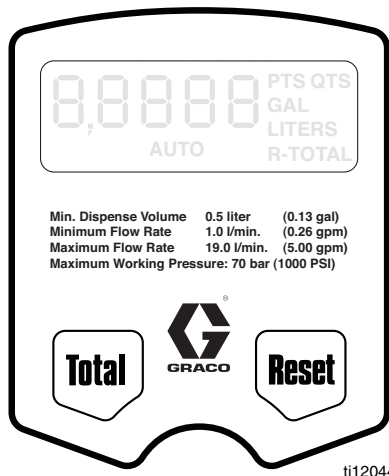

図 10
セットアップメニュー (図 10)
1. ディスプレーが何も表示しない場合 (休止)、キーパッド上のボタン (図 10) をどれでも押すことによって動作させることができます。
2. [合計] および [リセット] のボタンを約 6 秒間同時に押して保持すると、[セットアップメニュー] (図 10) に入ります。